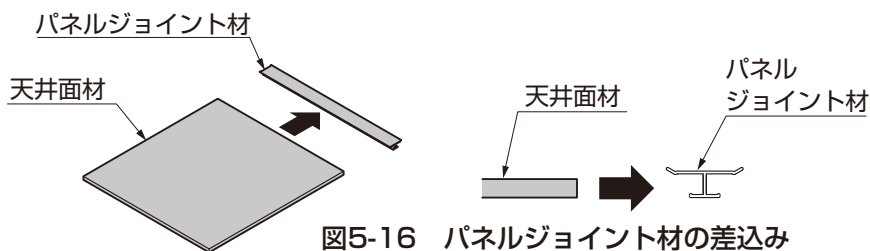

図5-16 パネルジョイント材の差込み
- ②もう片方の天井面材とパネルジョイント材をはめあわせてください。（図5-16参照）